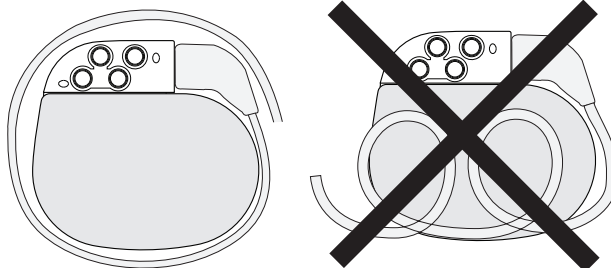

Figura 3. Enrolle la parte sobrante de la extensión alrededor del perímetro del neuroestimulador.
- No enrolle la parte sobrante de la extensión delante del neuroestimulador. Enrolle la parte sobrante de la extensión alrededor del perímetro del neuroestimulador (Figura 3) para reducir al mínimo la profundidad del bolsillo subcutáneo, los posibles daños durante la intervención quirúrgica de sustitución del neuroestimulador, el posible retorcimiento de la extensión y las interferencias con la telemetría. La parte sobrante de la extensión no debe dar más de dos vueltas alrededor del perímetro del neuroestimulador. Si la extensión tiene una longitud que requiere más de dos vueltas alrededor del